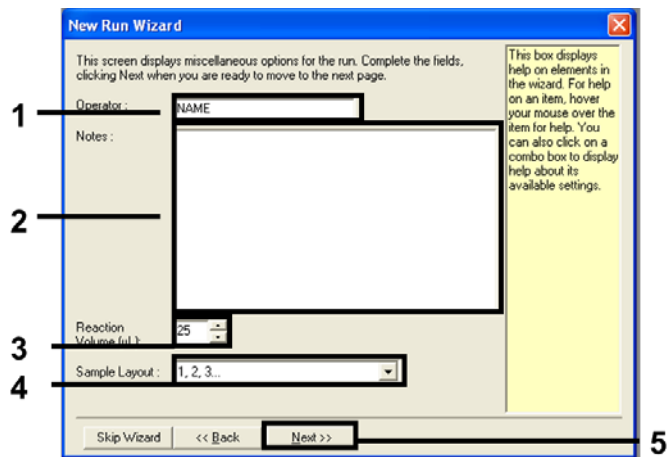

Figura 2. Introducción del nombre del usuario y los volúmenes de reacción.
4. Introduzca el nombre del usuario. Añada las notas que desee e introduzca el volumen de reacción como 25. Asegúrese de que los valores del campo Sample Layout (Disposición de muestras) sea 1, 2, 3.... Haga clic en Next (Siguiente) (Figura 2).